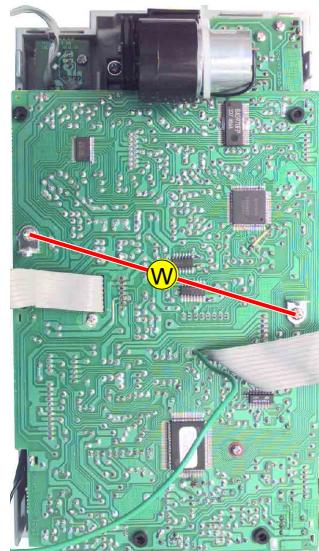

Fig. 13
- 2 Schrauben Ⓢ (Fig. 13) herausdrehen.
- Undo 2 screws Ⓢ (Fig. 13).